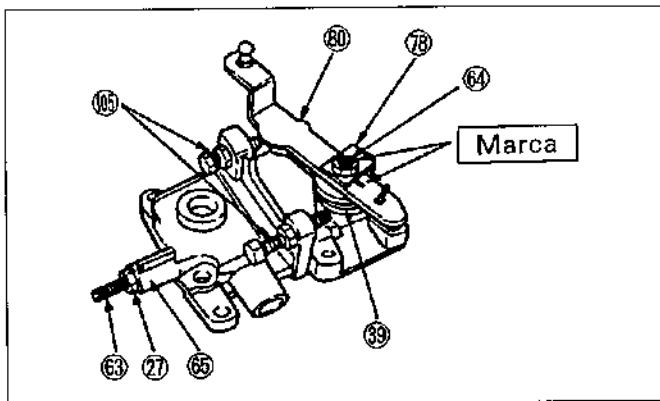

Figura.12-30 Extracción de las partes de la cubierta del regulador
Haga marcas de referencia en el eje de control y la palanca de ajuste ⑩ para poder montarlos en su posición correcta. Extraiga la tuerca del eje de control ⑥ y la arandela y eleve la palanca de ajuste ⑩ para sacarla, resorte de retorno ⑨ y la guía de resorte de retorno ⑧, ponga especial atención en colocar el resorte de retorno a su posición correcta. (Vea la figura.12-30) Con la palanca de ajuste extraída, presione el eje de control para sacarlo de la cubierta. Extraiga el tornillo de ajuste de carga completa ⑤, arandela 65, collar, anillo "O" y contratuerca ⑦. (Vea la figura.12-30)